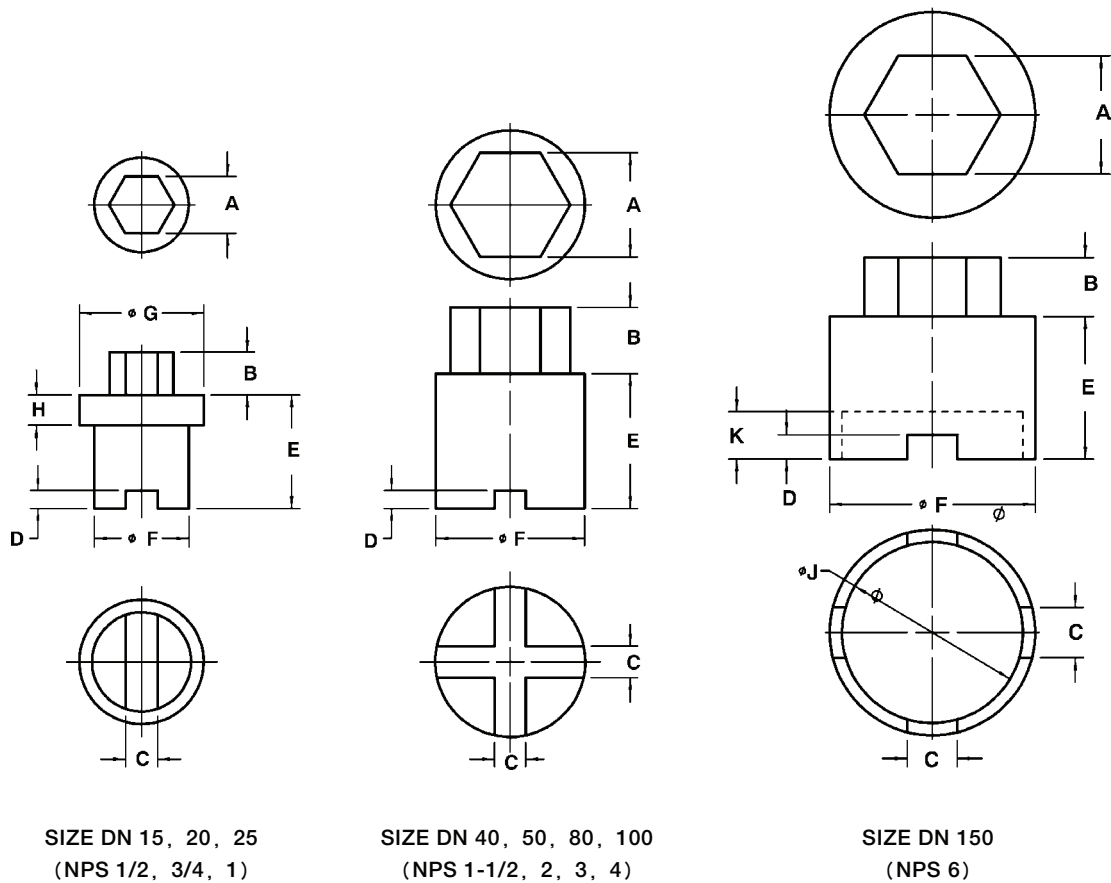

图4. 阀座环拆卸和安装工具
2. 用按照图4和表5的尺寸制造的阀座环拆卸工具，按下列步骤取出阀座环（件2）：